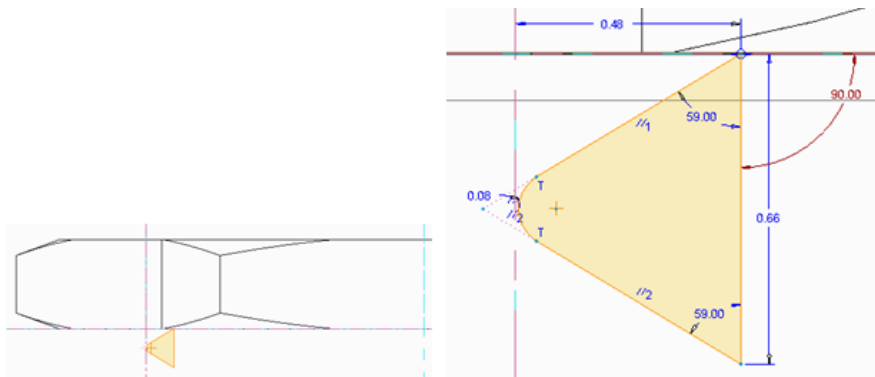

Рисунок 1.29 – Ескіз перетину для протягування по спіралі
- ескіз перетину для протягування по спіралі (рис. 1.29);